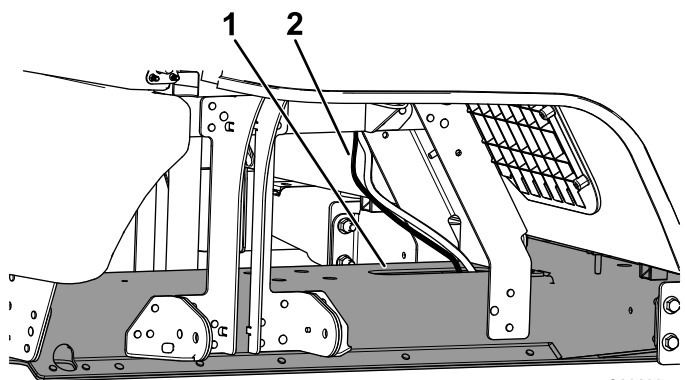

Рисунок 11
3. Проложите комплектный жгут проводов через отверстие в верхней части швеллера рамы (Рисунок 11).